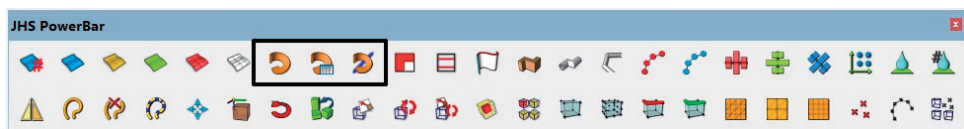
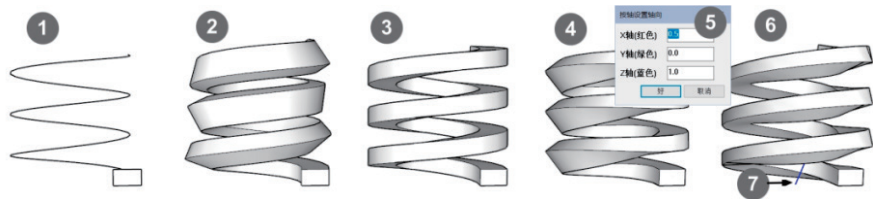

图 2.3.8 第二组的三个工具
图 2.3.9 路径跟随工具
如图 2.3.8 框中所示，有直立跟随、按轴设置轴向、按线设置轴向三个工具。
- (1) 图 2.3.9 ①是图 2.3.9 右面四个螺旋体的路径与放样截面。
- (2) 图 2.3.9 ②是用 SketchUp 的路径跟随工具放样形成的螺旋体，暴露了它的致命缺陷。
- (3) 同时选中放样路径与放样截面，再单击图 2.3.8 框中的第一个“直立跟随”工具，获得图 2.3.9 ③所示的正常螺旋体。有一个叫作 FAK (Follow me and keep) 的独立插件也可以达到同样的效果，有很多别的插件工具条上也包含有这个功能的插件。
- (4) 同时选中放样路径与放样截面，再单击图 2.3.8 框中第二个工具“按轴设置轴向”，在弹出的数值框中填写旋转数据，如图 2.3.9 ⑤所示，获得图 2.3.9 ④中的“扭转”螺旋体，扭转的方向与程度决定于图 2.3.9 ⑤中的数据。
- (5) 图 2.3.9 ⑥所示的螺旋体的扭转矢量（方向与大小）决定于图 2.3.9 ⑦所指的线段。
- (6) 经过无数次的测试，差不多可以确定图 2.3.8 框定的三个工具，只有“直立跟随”工具比较靠谱，建议在图 2.3.4 的设置面板中取消勾选另两个工具。